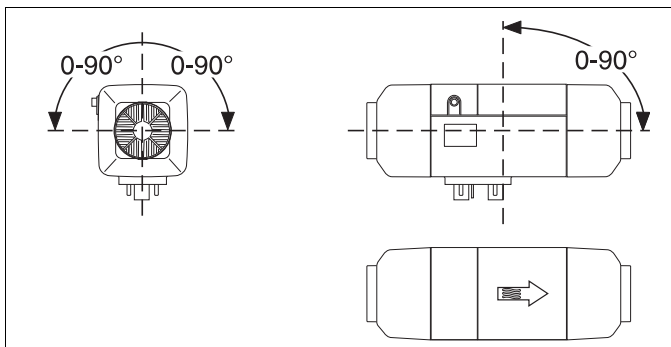

Fig. 8 Posizioni di montaggio ammesse per riscaldatori ad aria diesel
- Air Top Evo 40 / Air Top Evo 55: v. Fig. 4 e Fig. 8
- Rispettare l'angolo di inclinazione (v. Fig. 8).